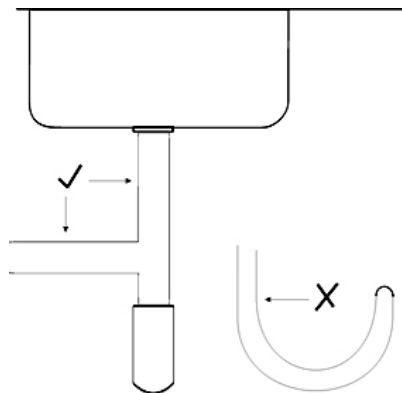
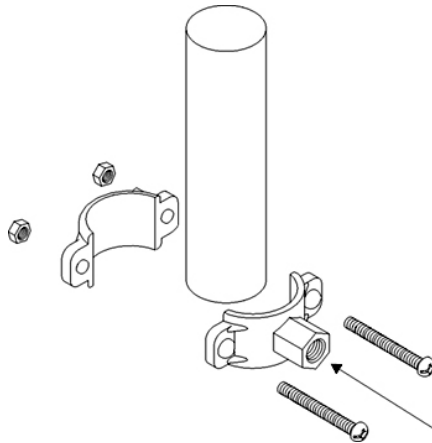

Fig. 6 – Lage des Abfluss-Sattelventils
Fig. 7 – Ablusssattelventilteile für den Abfluss
4. Bringen Sie das Bohrloch im Ablaufrohr mit dem \varnothing 4 mm Bohrer oder einem schmalen Schraubendreher in Übereinstimmung mit der vorderen Hälfte des Abflusssattelventils. (Fig 6). Halten Sie dazu das Anschlussstück des Ablaufsattelventils an die markierte Stelle. Stecken den Bohrer oder Schraubendreher durch das Anschlussstück und das Loch in dem Abflussrohr. Dann das Gegenstück der Sattel-Ventil-Montageklemme aufsetzen und mit den beiden Schrauben zusammenfügen (Fig 7). Ziehen Sie die beiden Schrauben gleichmäßig an.